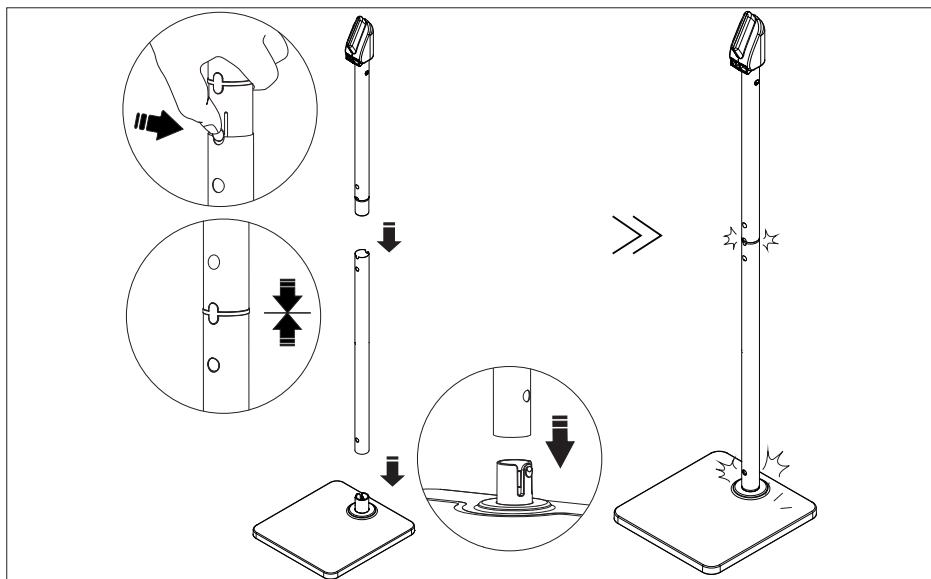

Fig. 3 – Montaje del soporte de pie
- ▶ Ensamble las piezas como se muestra en la fig. 3.
- ▶ Para ello, introduzca el tubo vertical inferior (19), marcado con 1, en el pie (17) y, a continuación, el tubo vertical superior (18), marcado con 2, en el tubo vertical inferior.
- ▶ Fije el soporte de accesorios (16) al tubo vertical superior (18).